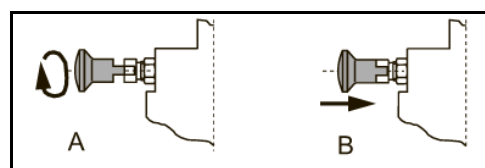

Рис. 21. Стопорный болт
4. Поверните болт стопорной блокировки на 90°, при этом пластиковые пазы должны оказаться напротив выступов (рис. 21, А).